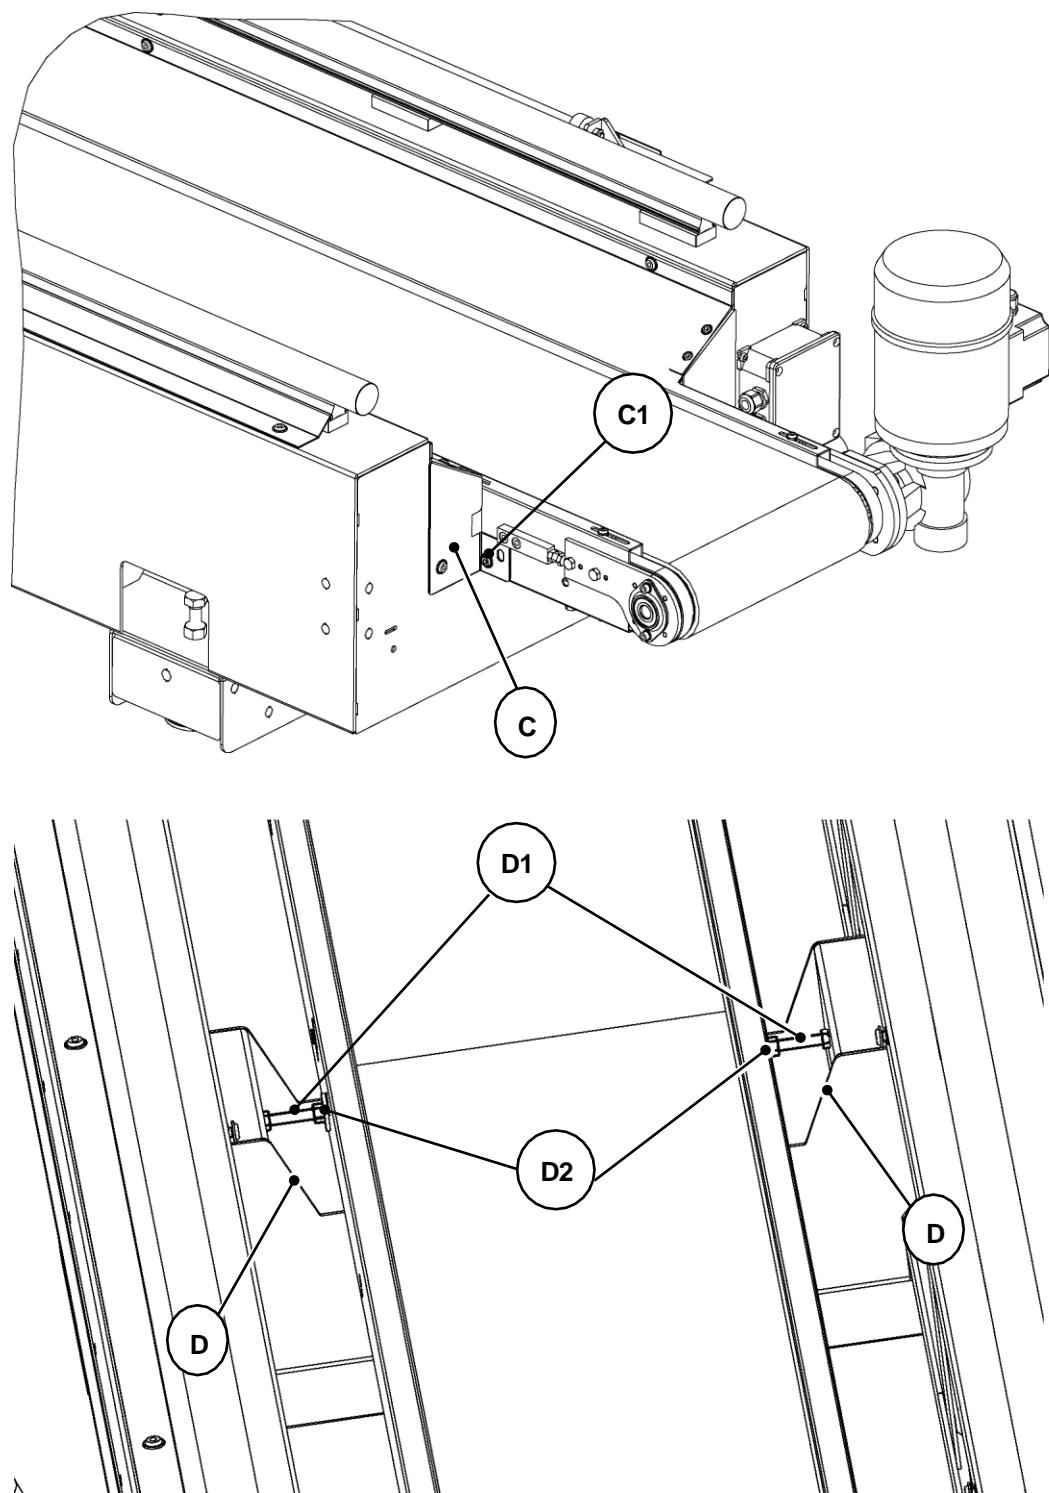

Fig. 09-19
- Retirar o parafuso "C1" que fixa o painel "C" ao cinto (n.º 1 para cada lado) (Fig. 09-19).
- Retirar a correia transportadora da base da máquina, rodando os parafusos de regulação "D1" dos 2 suportes "D" (n.º 1 de cada lado) (Fig. 09-19). As porcas "D2" dos parafusos de regulação devem ser desapertadas para que o parafuso "D1" da correia possa ser apertado, deixando espaço suficiente para retirar a própria correia.